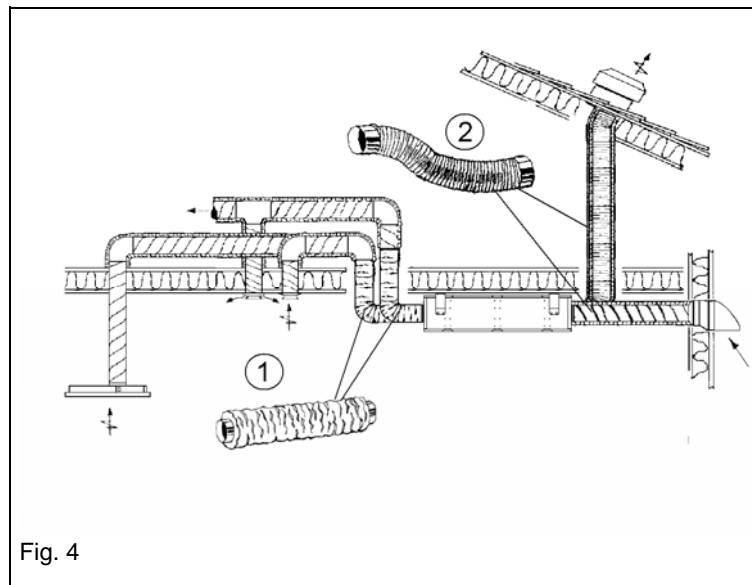

Fig. 4
### Lyddemping (Fig. 4)
### Fleksible kanaler (Fig. 4)
### Ljuddämpning (Fig. 4)
### Flexibla kanaler (Fig.4)
**Schalldämpfer (Fig. 4)**
**Flexible Rohre (Fig. 4)**
**Attenuation (Fig. 4)**
**Flexible ducting (Fig. 4)**